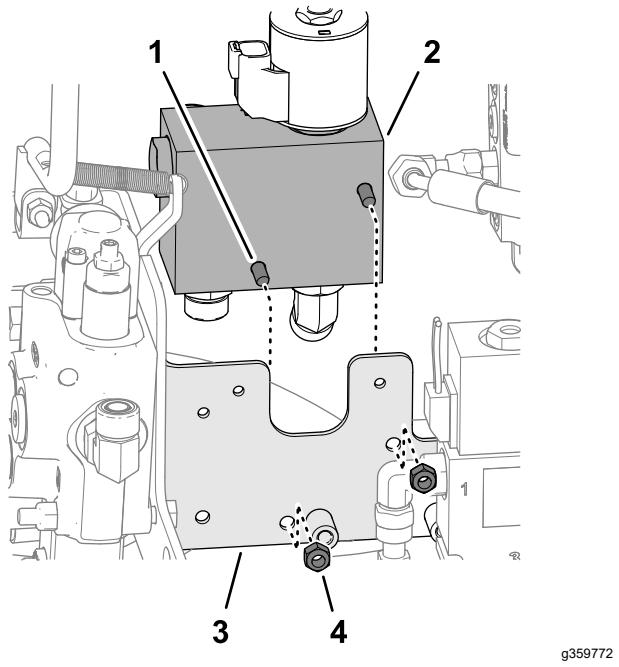

Figure 16
2. Fixez la vanne à faible débit sur le support (Figure 16) à l'aide des 2 boulons (1/4" x 2 1/2") et 2 contre-écrous (1/4").